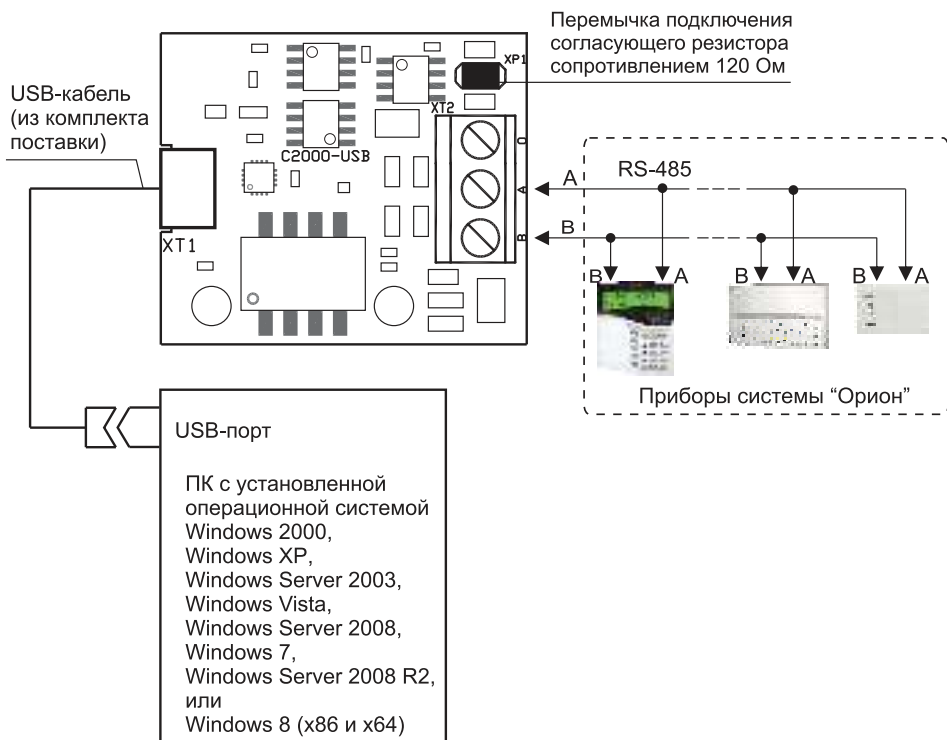

Рисунок 4. Схема внешних соединений «C2000-USB»
2.3 Монтаж соединительных линий производится в соответствии со схемой, приведённой на рис. 4
4.4 Если преобразователь является первым или последним в линии интерфейса RS-485, подключите резистор сопротивлением 120 Ом, установив переключатель на разъем, расположенный рядом с клеммной колодкой (см. рис. 4). В противном случае переключатель должен быть снят.